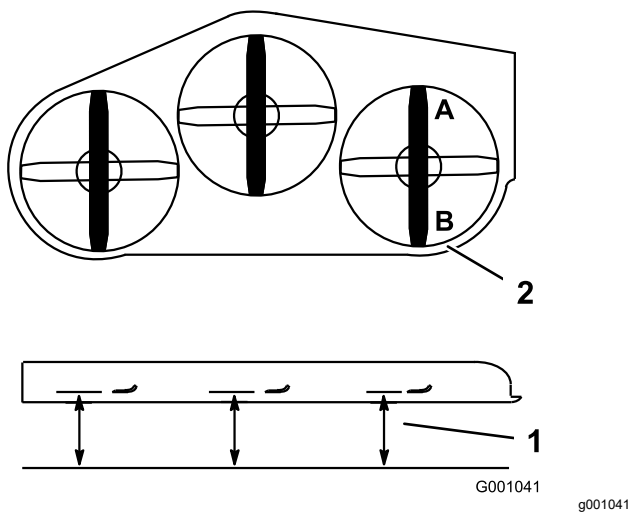

Figura 74
2. Coloque una cuchilla en posición longitudinal. Mida en las posiciones **A** y **B** desde una superficie nivelada hasta el filo de corte de los extremos de la cuchilla (Figura 74).